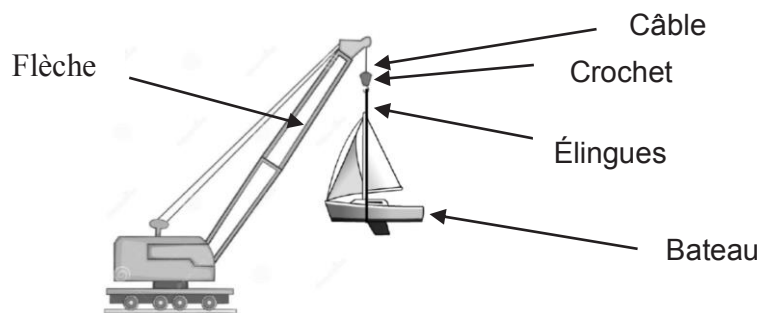

Figure 2 - Schématisation de la charge en haut de la flèche de grue
- Q1.** Reproduire sommairement le schéma de la **figure 2** en y faisant apparaître les forces exercées sur le crochet et calculer la tension T du câble lorsque la charge est à l'équilibre.